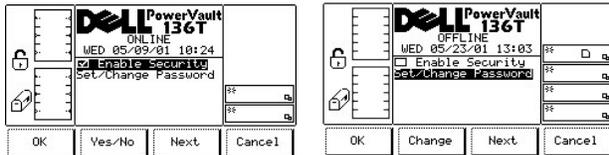

图 77. 设置 > 实用程序 > 保护对话框
选择保护后，将显示“保护对话框”。请参见图 77。通过该选项可以使用户启用或禁用操作员面板保护,并设置或更改磁带库密码。
- 1 如果**启用保护**为黑色的活动字段，请参见图 77：
- 1 如果**设置/更改密码**为黑色的活动字段，则“是/否”软键将变成“更改”软键，请参见图 77。
- o 如果按下**下一个**软键下方的按钮，则下一个字段“启用保护”会变成活动字段，请参见图 77
“设置/更改密码”为黑色的当前活动字段。请参考图 77。如果按下**更改**软键下方的按钮，并且选定了**确定**，则会显示更改密码对话框。